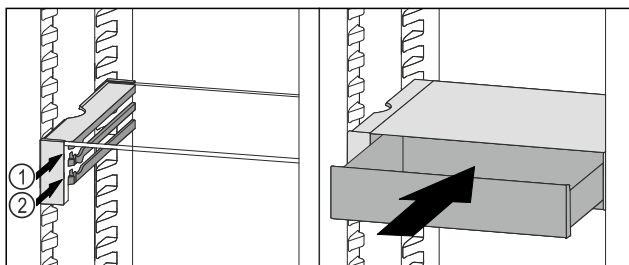

Fig. 133
- 将 VarioSafe 抽屉放置在所需肋梁 Fig. 133 (1) 或 Fig. 133 (2) 上的止动器后面。